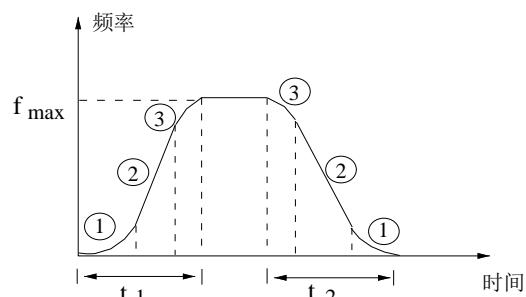

图5-13 S曲线加减速
输出频率按照S形曲线递增或递减，如图5-13所示。
S曲线起始段时间如图5-13中①所示，这里输出频率变化的斜率从0逐渐递增。
S曲线上升段时间如图5-13中②所示，这里输出频率变化的斜率恒定。
S曲线结束段时间如图5-13中③所示，这里输出频率变化的斜率逐渐递减到0。